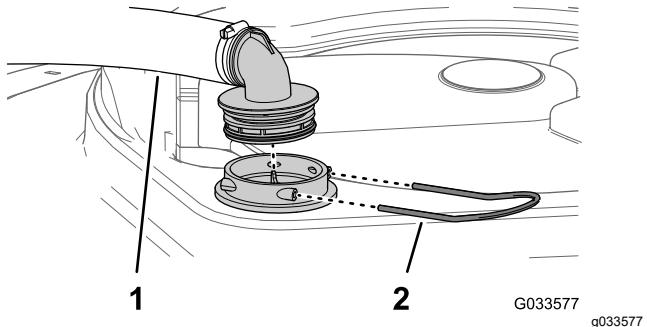

Рисунок 29
2. В верхней части бака опрыскивателя снимите держатель, который крепит шланговый штуцер, подсоединеный к большому шлангу, идущему от корпуса фильтра (Рисунок 29).
3. Отсоедините шланг и шланговый штуцер от корпуса фильтра (Рисунок 29).